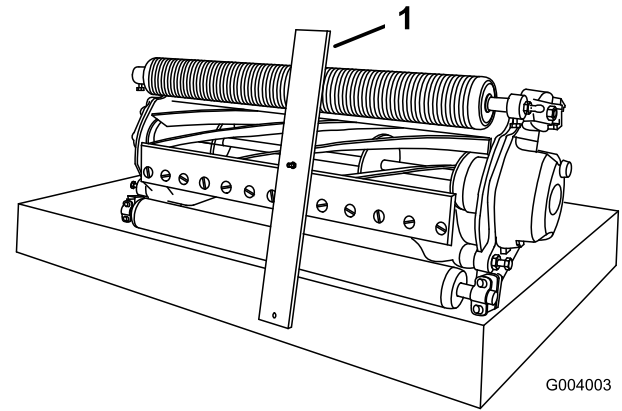

Bild 16
3. Haken Sie den Schraubenkopf an die Schnittkante des Untermessers ein, und stützen Sie das hintere Ende der Leiste auf der Heckrolle ab (Bild 16).